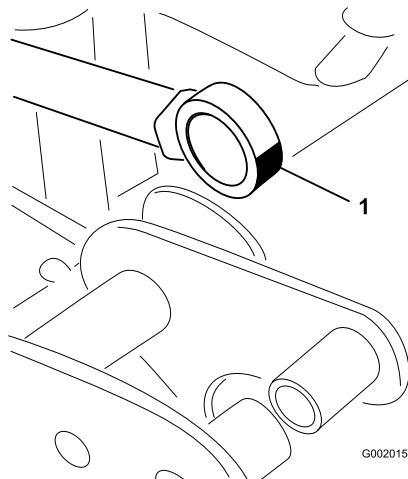

Figura 63
5. Rode o rolamento da extremidade da barra e aplique massa lubrificante no rolamento (Figura 63).